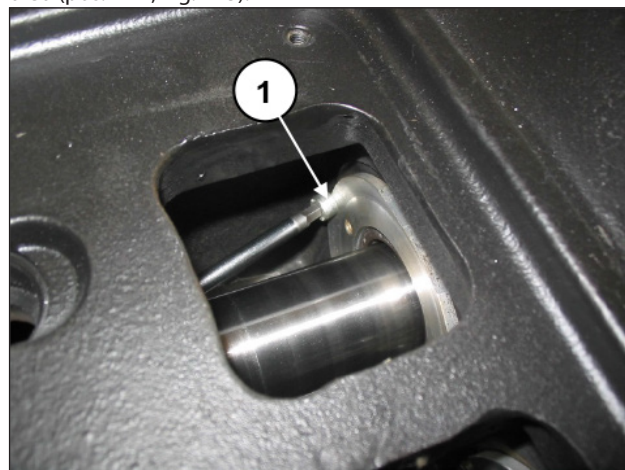

Fig. 113
Solte os dois parafusos de bloqueio da cobertura da junta do óleo (pos. ①, Fig. 113).